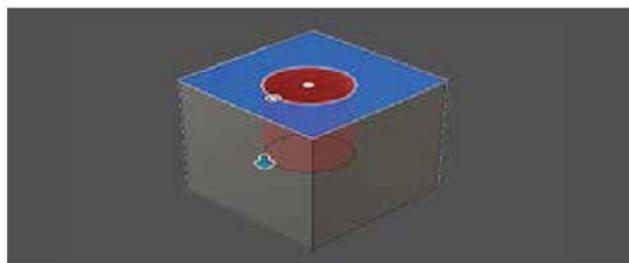

图 2-50
(7) **孔:** 根据用户指定的值和选择创建孔。选择面以放置孔，然后选择边以在面上定位孔，指定孔类型和尺寸值，如图 2-50 所示。